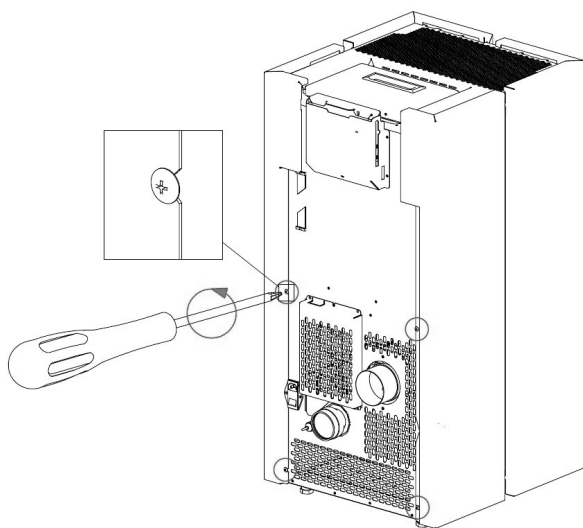

Fig. 51 - Verwijder de schroeven
- De schroeven 4 achterste schroeven losdraaien (zie **Fig. 51**).